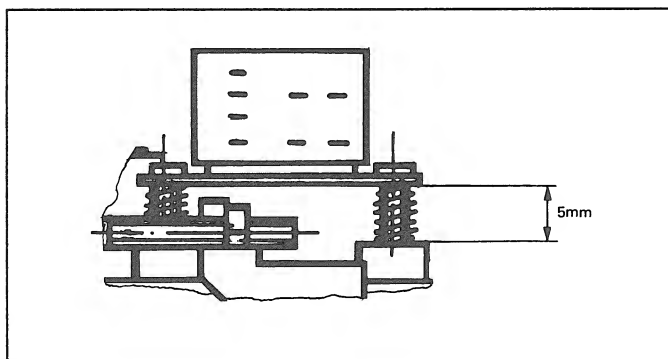

Fig. 3.7
- La hauteur de la tête magnétique doit être réglée sur 5 mm au moyen des vis [A], [B] et [C] (Fig. 3.7)